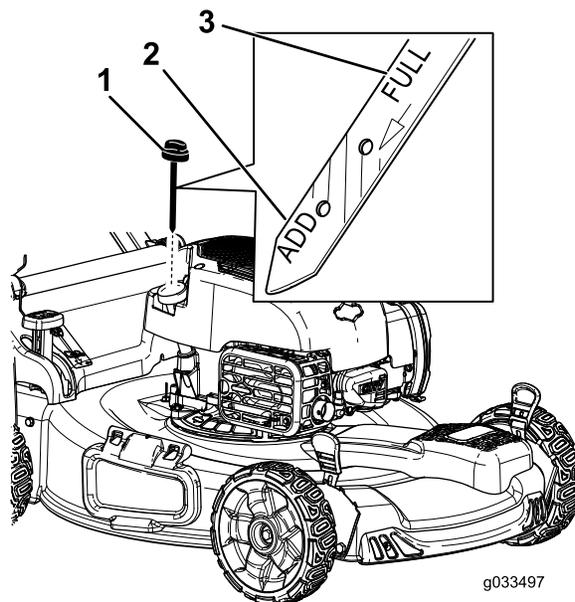

Figura 25
3. Retire la varilla girando el tapón en el sentido contrario a las agujas del reloj y tirando del mismo (Figura 25).
10. Observe en la varilla el nivel de aceite (Figura 25).